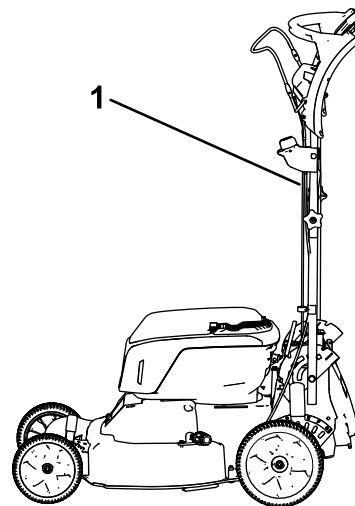

Bild 26
- Arretieren Sie den Holm in der vertikalen Stellung (Bild 26), siehe Einstellen der Griffhöhe (Seite 13).